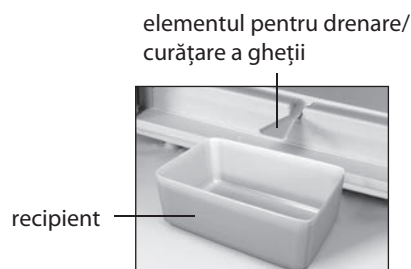

Figura 6 — Colectarea apei rezultate în urma topirii din CC
- să îndepărtați apa rezultată în urma topirii, instalând în conformitate cu figura 6 elementul de masă plastică pentru drenare/pentru curățare a gheții și orice vas recipient cu volumul nu mai puțin de 2 l;